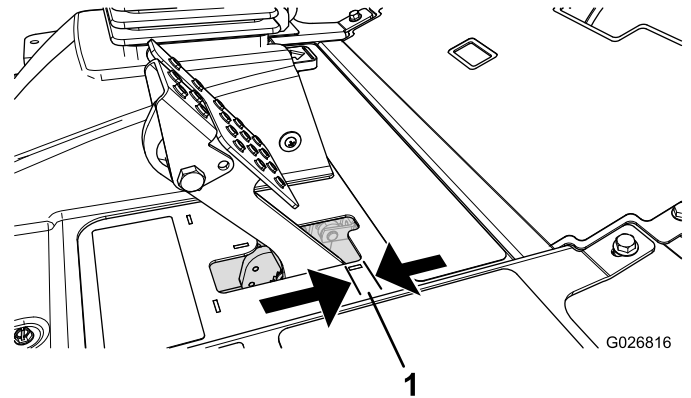

Bild 64
Stellen Sie die Bremsen ein, wenn das Bremspedal mehr als 2,5 cm Spiel hat, oder wenn die Bremsen nicht mehr gut genug greifen (Bild 64). Als Spiel gilt die Entfernung, die das Bremspedal zurücklegt, bevor ein Bremswiderstand spürbar ist.
2. Ziehen Sie die hintere Mutter an, um den Zug nach hinten zu bewegen, bis die Bremspedale ein Spiel zwischen 6 mm bis 13 mm aufweisen, bevor die Radsperrle auftritt (Bild 64).